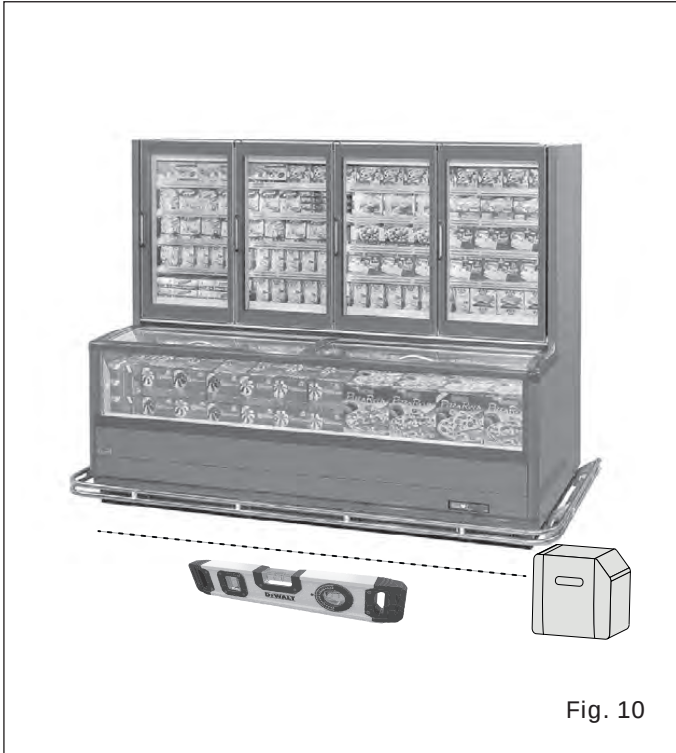

Fig. 10
- DE • Num chão nivelado ("Fig. 10").